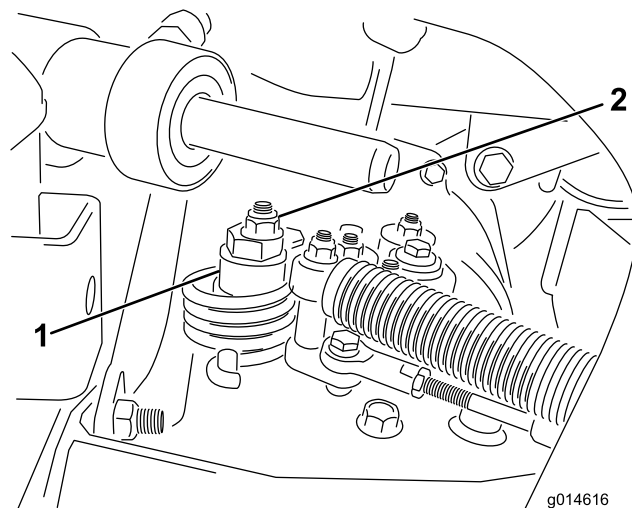

Figura 34
- A. Allentate il dado che fissa l'eccentrico alla parte superiore dell'igrostatato (Figura 34).
- C. Fate girare l'eccentrico finché non riscontrate movimenti in alcuna direzione. Quando la ruota cessa di girare, serrate il dado di bloccaggio dell'eccentrico per mantenere la messa a punto (Figura 34). Verificate la regolazione portando l'acceleratore in posizione di MINIMA e MASSIMA.